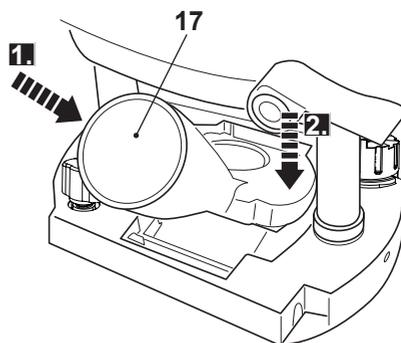

Рис. 11
- > Вставьте переходник для пылесоса (17) с обратной стороны изделия. Введите переходник для пылесоса (17) вперед (Рис. 11, шаг 1) и вниз, чтобы он защелкнулся с характерным звуком (Рис. 11, шаг 2).
- > Протолкните насадку для пылесоса (17) вперед и вверх, чтобы снять ее с изделия.